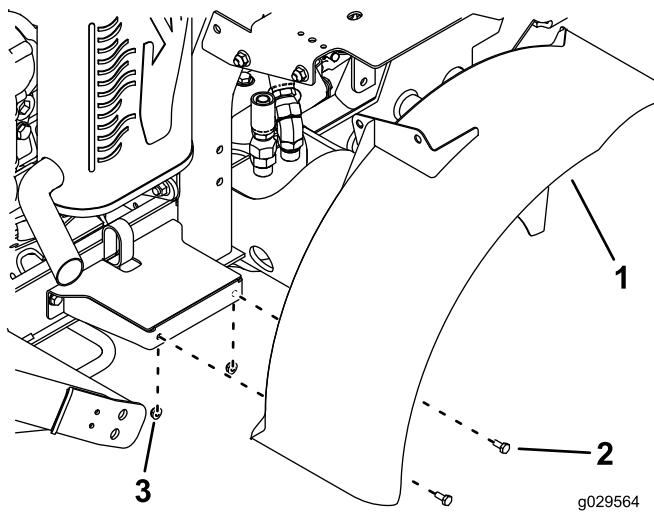

Рисунок 7
- Установите, не затягивая, правое крыло на узел крепления крыла при помощи 2 болтов (1/4 x 5/8 дюйма) и 2 гаек (1/4 дюйма), как показано на Рисунок 7.
- Присоедините, не затягивая, кронштейн на верхней части крыла к кронштейну топливного бака с помощью 2 болтов (3/8 x 3/4 дюйма) и 2 фланцевых гаек (3/8 дюйма), как показано на Рисунок 7.